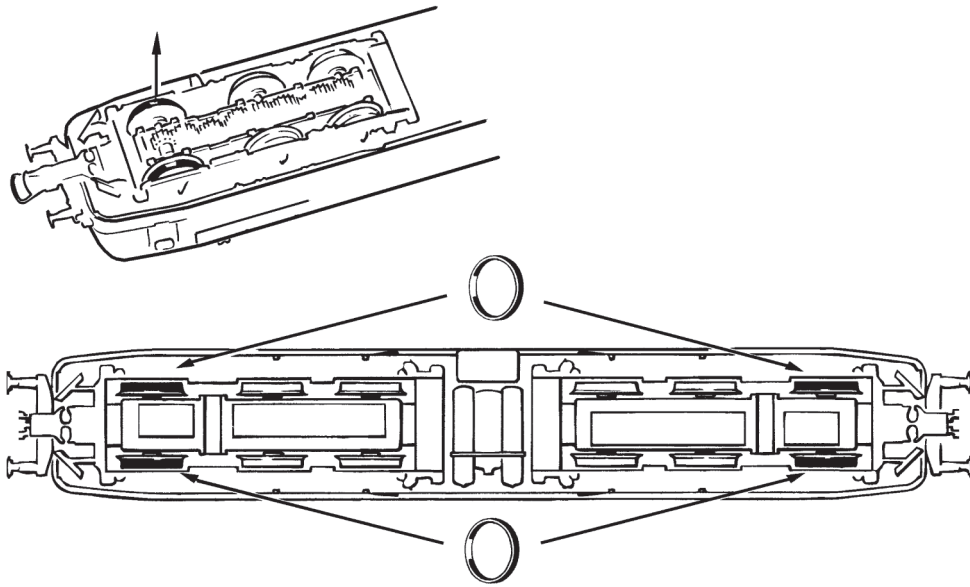

Fig. 10
**1. Reinigung der Radstromkontakte:** Radstromkontakte können auf unsauberen Schienen leicht verschmutzen. Entfernen Sie **vorsichtig** mit einem kleinen Pinsel **den Schmutz** an den in Fig. 10 gekennzeichneten Stellen.
**1. Cleaning of wheel contacts:** Wheel contacts easily get dirty on tracks which are not entirely clean. Use a small brush to **remove dirt** from spots marked in fig. 10.
**1. Rengöring av hjulens strömuttagningsbleck:** Strömuttagningsblecken kan bli smutsiga om modellen används på smutsig räls. Rengör blecken med en liten borste på punkterna som markeras på fig. 10. Tag av lokkåpan först (fig. 3).